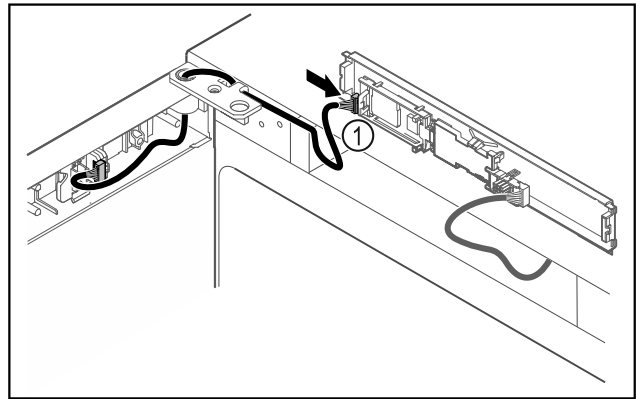

Fig. 49
- ▶ Připojte zástrčku Fig. 49 (1) na desku.